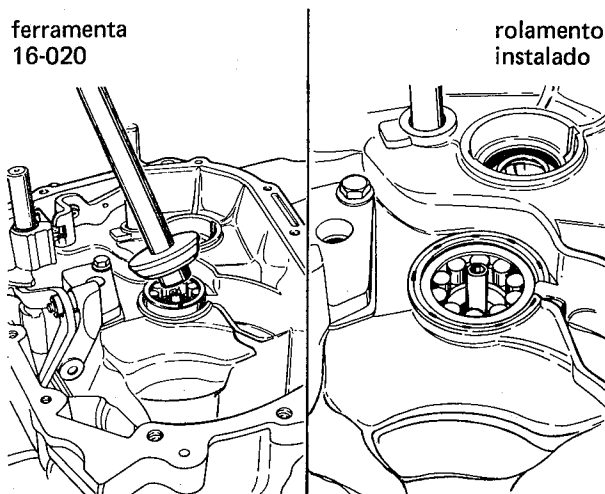

fig. 93
6. Com o auxílio da ferramenta 16-020, instalar o rolamento da árvore secundária, com a parte traseira da grade voltada para baixo. Após a instalação, fixar o rolamento batendo suavemente na aresta da carcaça, em sua região de contato com o rolamento (fig. 93)